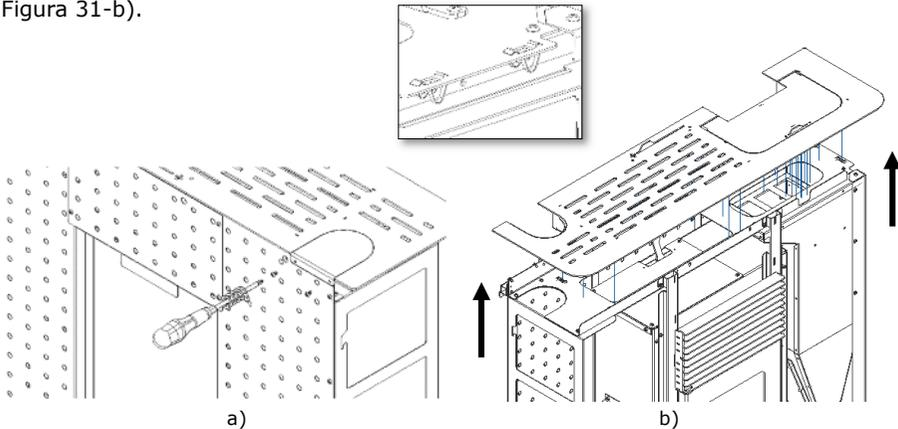

Figura 31 - Remoção tampo superior
a) Retirar o tampo superior do equipamento. Numa 1ª fase deve retirar a tampa pequena que se encontra fixa na parte posterior desapertando os dois parafusos (Figura 31-a). Posteriormente, deve mover o tampo realizando uma força no sentido indicado, não é preciso nenhuma ferramenta pois o tampo é de encaixe rápido através de molas (Figura 31-b).